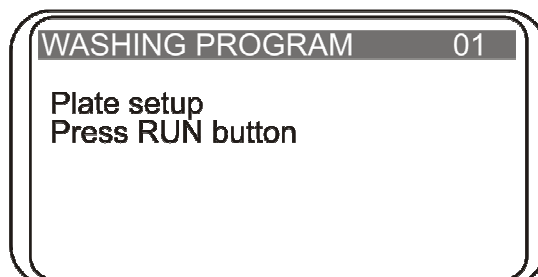

Abb. 9. Erkennung der Eintauchtiefe des Verteilers
Falls Sie auf einem Kanal waschen möchten (Parameter **On two channels** (Auf zwei Kanälen) ist auf NO (NEIN)), werden die Waschparameter des zweiten Kanals nicht angezeigt. Falls wiederum zwei Kanäle eingestellt sind (Parameter **On two channels** (Auf zwei Kanälen) ist auf YES (JA)), werden die Parameter beider Kanäle angezeigt und können erforderlichenfalls angepasst werden (Tabelle 3). Bevor Sie das Waschprogramm auf zwei Kanälen starten, erscheint die Meldung (zur Bestätigung der richtigen Flaschennummer für den zweiten Waschgang) auf dem Display (Abb. 9).
- 4.20.1. Wenn Sie die Taste **Enter** (Eingabe) im Startmodus drücken und mit den Tasten **+** und **-** zu PLATE SETUP (PLATTE EINRICHTEN) gehen, erscheint auf dem Display folgende Meldung (Abb. 9).